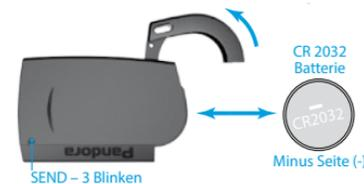

Abb. 2
- Schieben Sie die Batterieabdeckung in Pfeilrichtung (Abb. 2);